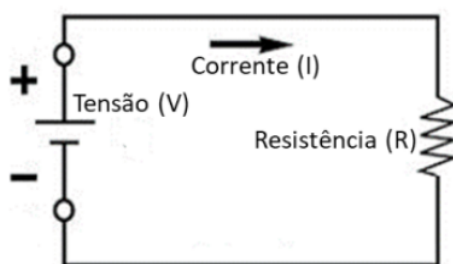

Figura 4.2: exemplo de um circuito. Fonte: OLIVEIRA et al (2018).
A Figura 4.2 mostra um exemplo de um circuito, composto de Tensão (V), Corrente (I) e Resistência (R). Neste exemplo, a resistência pode ser uma lâmpada, que depois da passagem de
Podemos observar no exemplo da Figura 4.2, a tensão V corresponde a uma fonte de energia que possui dois polos, positivo e negativo, e a diferença de potencial entre esse polos, gera uma corrente elétrica, representada pela corrente I , que se desloca no circuito do maior potencial para o menor potencial. Segundo PLATT (2016, p. 31), “componentes eletrônicos de estado sólido geralmente requerem alimentação DC com tensões entre 5V e cerca de 20V, embora dispositivos modernos instalados sobre uma superfície podem usar menos de 2V”.